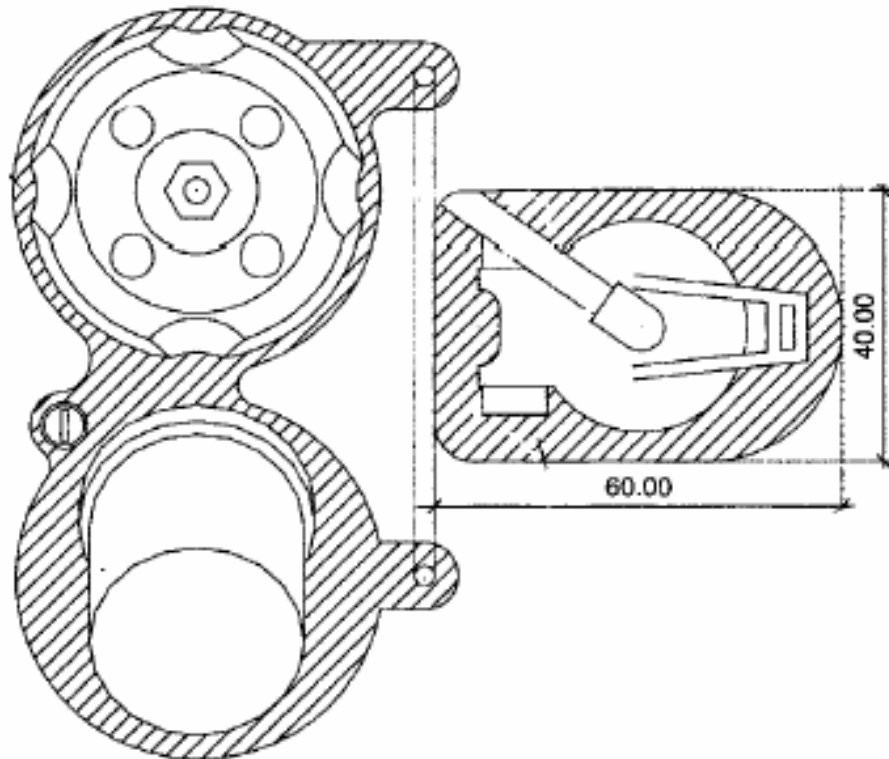

Figura 3: Disegno esplicativo per come effettuare i tagli esclusivamente in una carrozzeria "LOLA VDS"
- 5) tappo serbatoio per il rifornimento (50,0 mm oppure 40,00 x 60,00 mm nella vista da sopra). Vedi Figura 3;